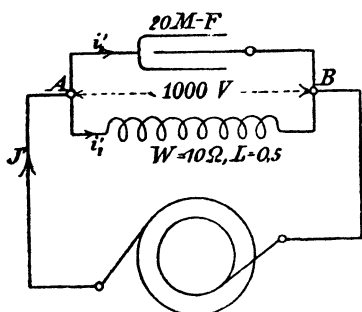

Fig. 128.
269. Der Kondensator von 20 [40] (16) MF und die Spule von 0,5 [0,4] (0,3) Henry und 10 [8] (2) Ω der Aufgabe 268 werden parallel geschaltet und an eine Spannung von 1000 V und 60 Perioden angeschlossen (Fig. 128).